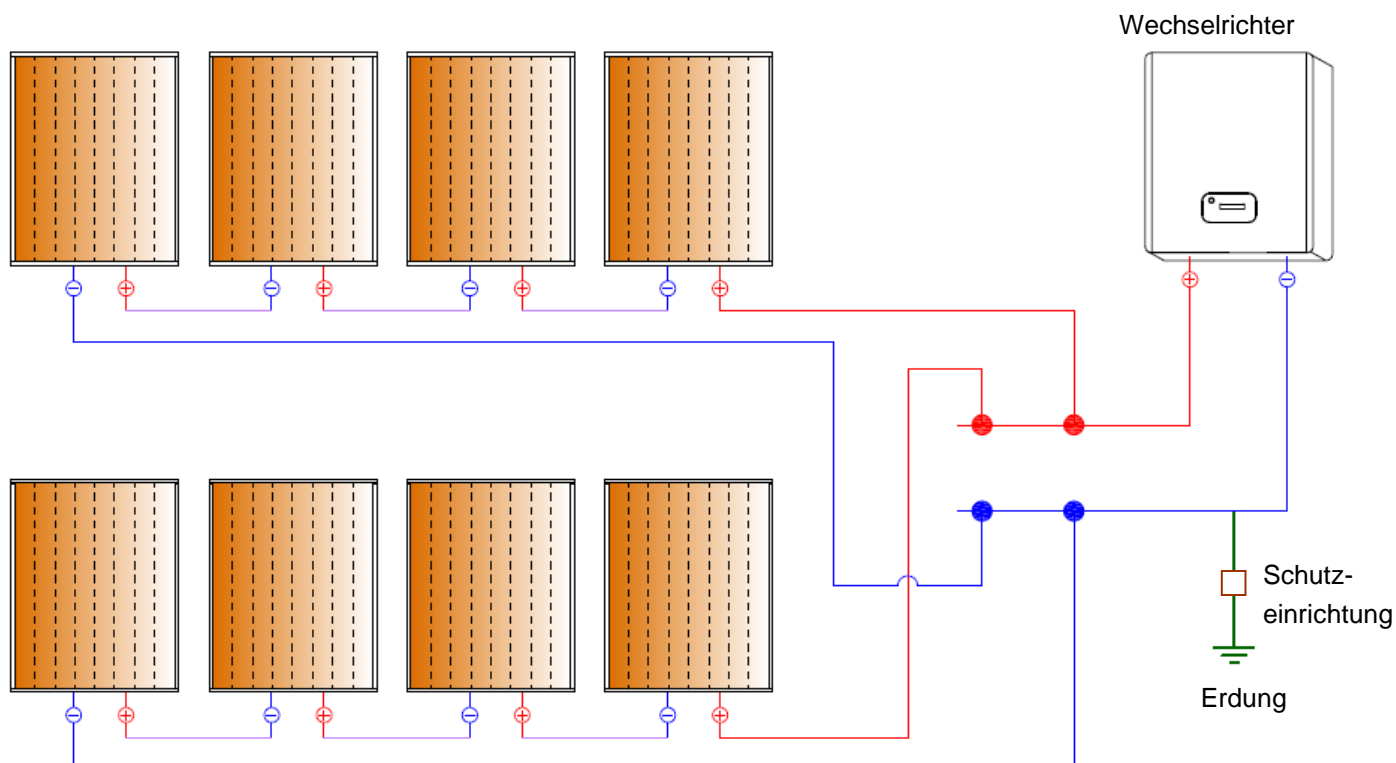

Abb. 13 Erdungsmethode des Negativpols
- Der Negativpol der Wechselrichter angeschlossenen Solargeneratorreihen muss ebenfalls geerdet werden (Abb. 13), da dadurch sonst die Gültigkeit der Garantie erlöschen wird.